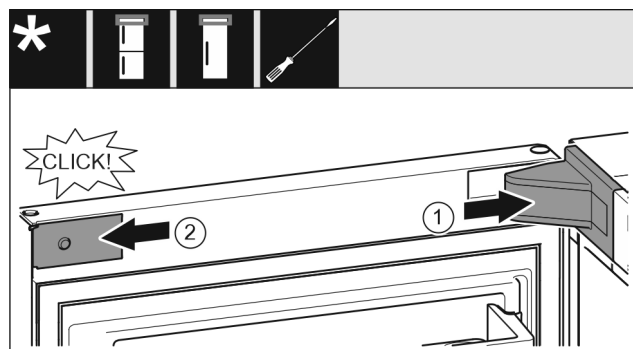

Fig. 22
- ▶ Mettre en place le cache du support de palier Fig. 22 (1) et l'enclencher. Au besoin, l'écartier avec précaution.
- ▶ Placer le cache Fig. 22 (2) sur le côté et l'enclencher.